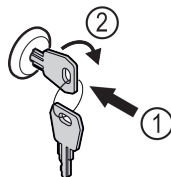

Fig. 182
- ▶ Вставьте ключ. Fig. 182 (1)
- ▶ Поверните ключ на 90° по часовой стрелке. Fig. 182 (2)